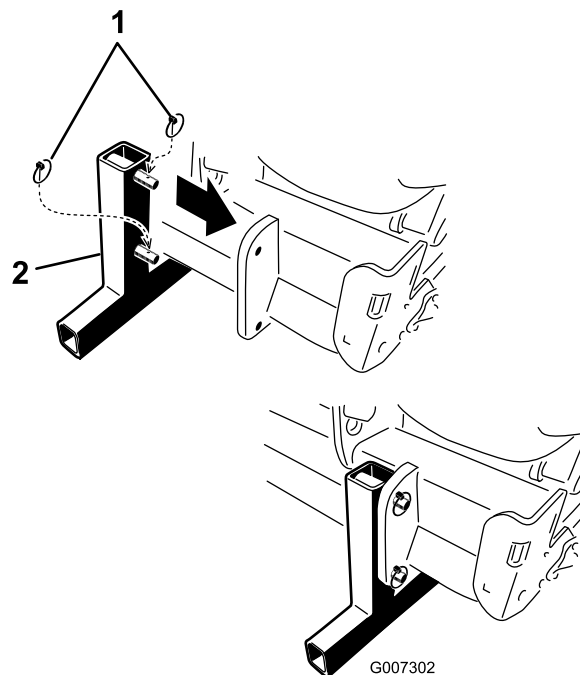

Figura 43
5. Instale os suportes de armazenamento e fixe-os ao arejador com os pinos de sujeição (Figura 43).